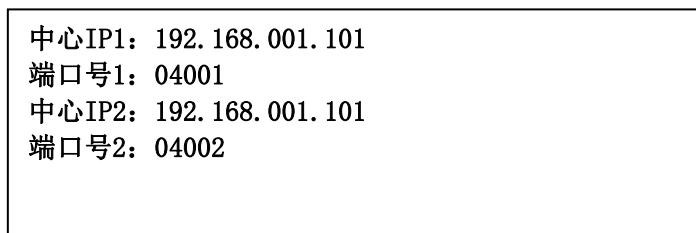

图5-10
- ◆ 按“功能”键进入选项菜单，按【↑】【↓】键进入查询菜单，按‘3’进入网络查询界面（图5-10）。